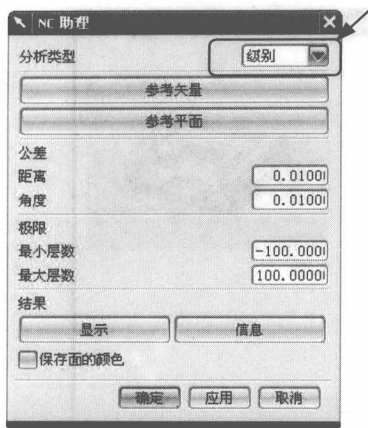
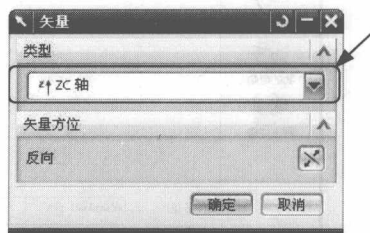

图 1-7 【NC 助理】对话框
图 1-8 【矢量】对话框
(1) 指定分析参考矢量。在【分析】下拉菜单中，选择【NC 助理】命令，系统弹出【NC 助理】对话框，如图 1-7 所示。在【分析类型】下拉列表框中，选择【级别】选项，单击【参考矢量】按钮。在系统弹出的【矢量】对话框中的【类型】下拉列表框中，选择【ZC 轴】选项，单击【确定】按钮，如图 1-8 所示。